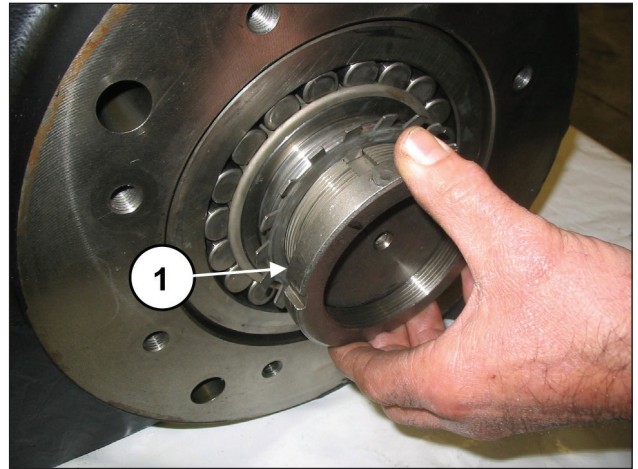
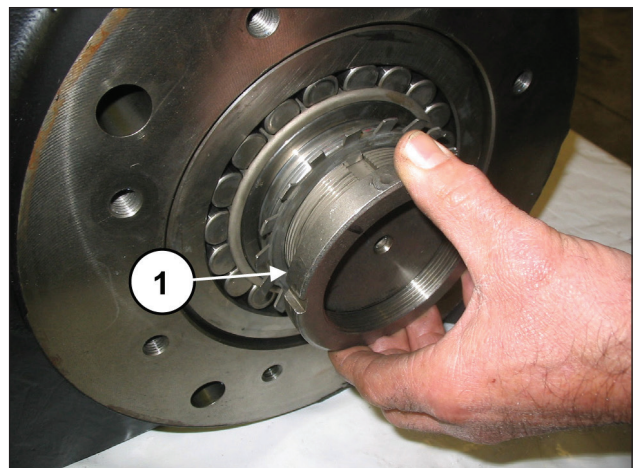
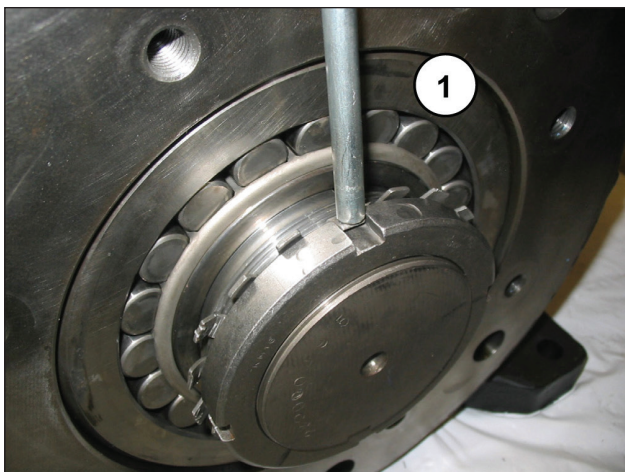

图54
图55
图56
拧紧环形螺母, 插入安全垫圈 (①, 图54) 并将环形螺母重新拧紧到底 (①, 图55), 然后弯曲垫圈的锁定键 (①, 图56)。